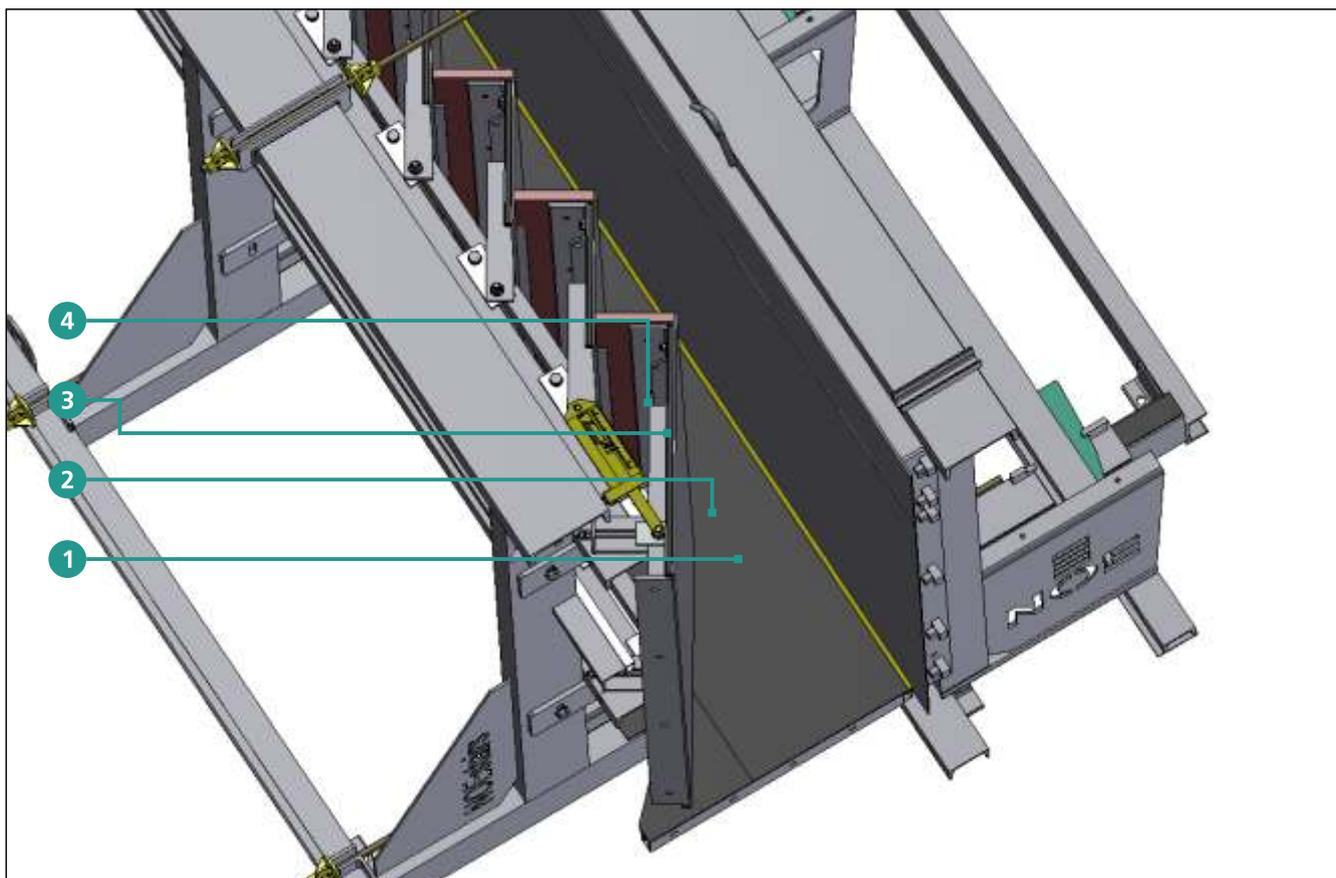

Figure 8.1
Il s'agit ensuite d'amener en bonne position les unes après les autres les plaques à l'aide du gabarit de réglage (auparavant calibré à la cote de dimensionnement (Z) établie à la lecture des tableaux aux pages 22 et 23), à bloquer pour finir en serrant la vis de réglage. Le gabarit de réglage est accroché à cet effet dans les tenons des tourillons (figures 8.1 et 8.2).